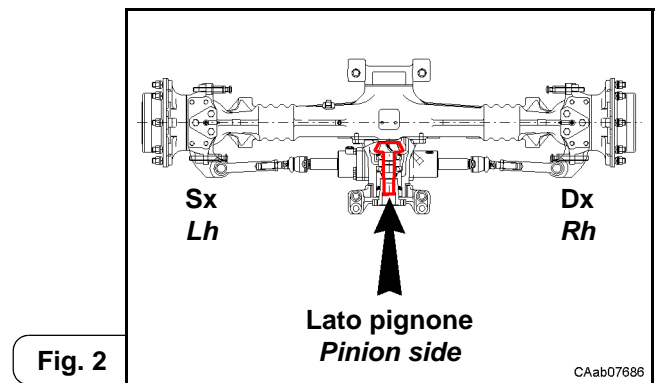

Fig. 2
**Lato sinistro assale:** parte sinistra dell'assale guardandolo dall'albero del pignone verso il pignone stesso (Fig. 2).
**Lato destro assale:** parte destra dell'assale guardandolo dall'albero del pignone verso il pignone stesso (Fig. 2).
**Axle left side:** it is the left side of the axle from pinion shaft point of view toward the pinion (Fig. 2).
**Axle right side:** it is the right side of the axle from pinion shaft point of view toward the pinion (Fig. 2).